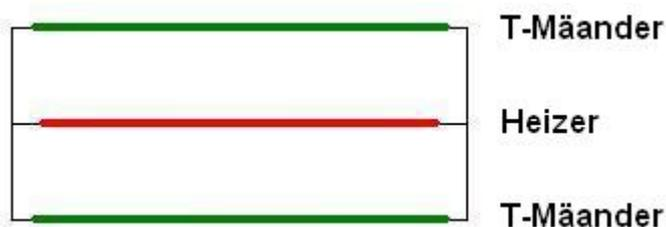

Abbildung 4: Aufbau Sensorelement und EGS-LI-Sensor
Das Messprinzip basiert auf der Messung von Temperaturverläufen sowie einer Energiebilanz an einem geregelt beheizten keramischen Sensorelement. Der Sensor besteht wie in Abbildung 4 dargestellt aus einem mittig im Sensorelement angeordneten Heizer- sowie zwei auf den beiden Außenflächen liegenden Temperaturmessmäandern (TM). Das Sensorelement ist in einem Gehäuse ähnlich der Lambdasonde verbaut.